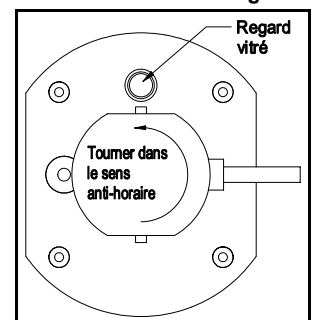

Figure 7
1. Tourner le ballast au maximum dans le sens anti-horaire. (Voir la Figure 7)
6. Orienter le cordon d'alimentation à 90° par rapport au regard du support de montage. (Voir la Figure 7)